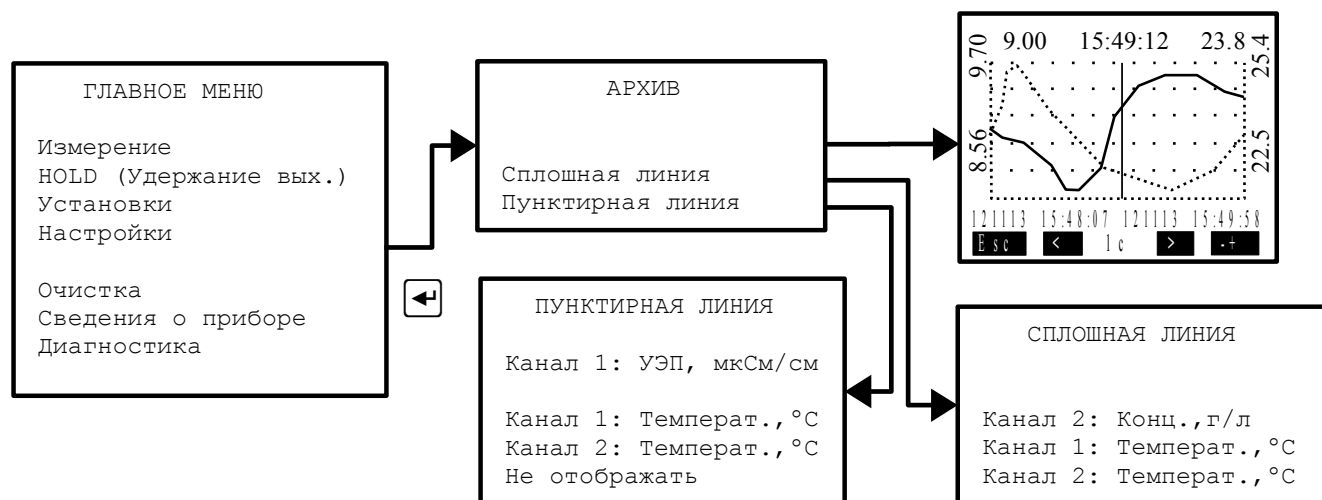
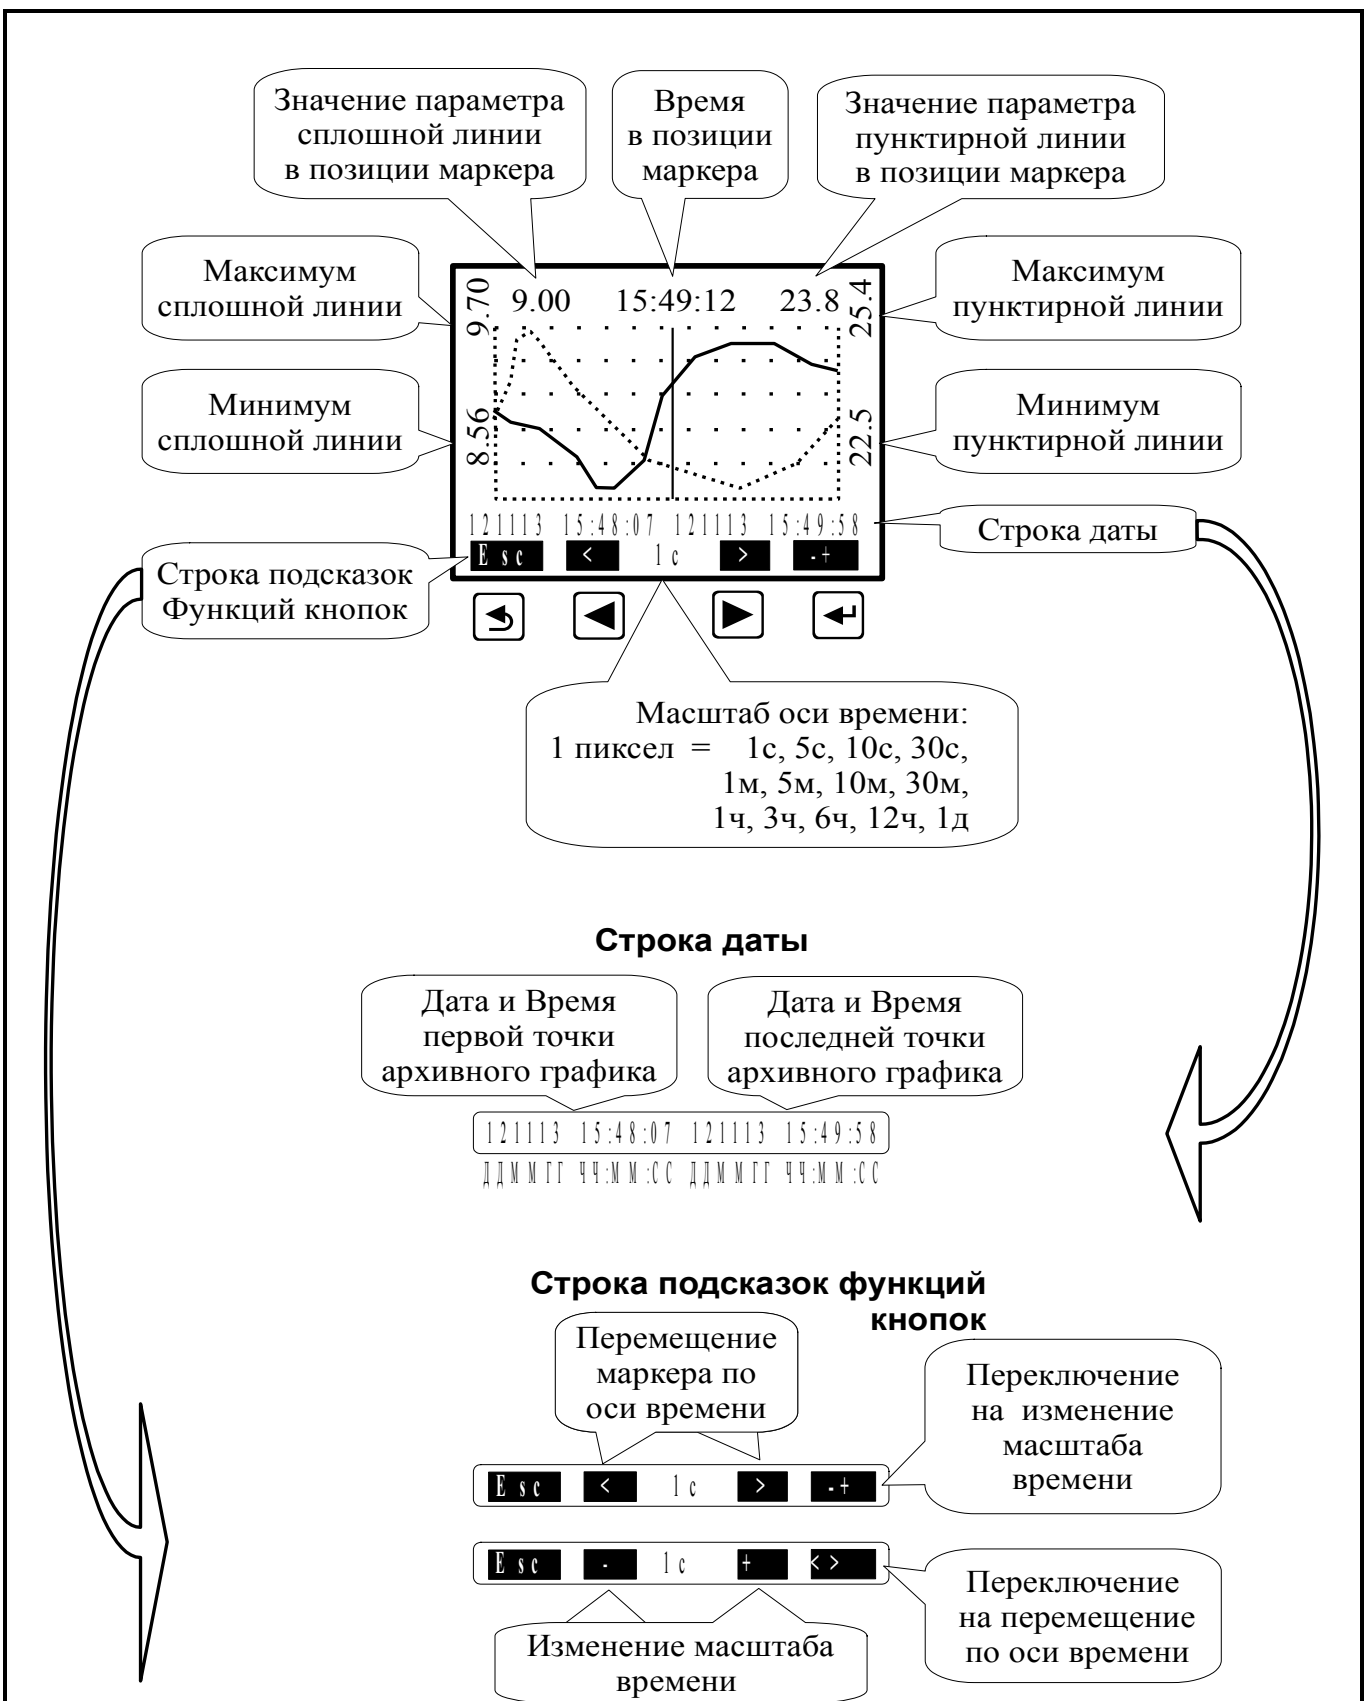

Рисунок 18 - Структура меню «АРХИВ»
Рисунок 19 - Описание элементов управления и отображения данных в меню «Просмотр архива»
3.3.5.3 Архивные данные можно посмотреть на дисплее ИП (Рисунок 18, Рисунок 19).
– **Просмотр архива** - в этом режиме просматривается архив одного или двух заранее выбранных параметров. Правая кнопка позволяет переключать режим управления маркером: кнопками и либо изменяется интервал дискретности по времени, либо перемещается маркер, указывающий на время просмотра и состояние измеряемых параметров в это время (Рисунок 19).
Масштабирование оси времени и перемещение по оси времени осуществляется кнопками в режиме «Просмотр архива» (смотри Рисунок 19).